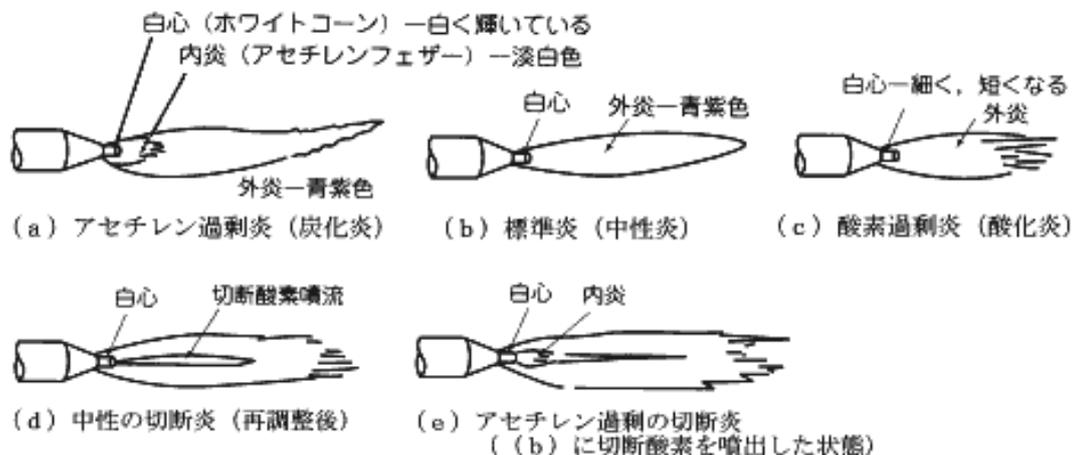

図4
- ① 点火前に、切断酸素バルブ、予熱酸素バルブ、燃料ガスバルブがそれぞれのガスの停止状態であることを確認してください。
- ② 燃料ガスバルブを1/2回転程度開き、直ちに専用のライターで点火してください。このとき、火炎が火口先端部以外で着火していないことを確認してください。
- ③ 予熱酸素バルブを少しずつ開いてください。
- ④ その後、燃料ガスバルブおよび予熱酸素バルブによる微調整を行い、白心炎の長さを5～6mmの中性炎にしてください。図4参照(炎の形状が不自然であれば、(5)消火の手順で消火した後、火口を掃除してください。掃除しても直らない場合は、新しい火口に交換してください。)
- ⑤ 切断酸素バルブを全開にして火炎の状態を確認してください。火炎が変わるようであれば、再度、燃料ガスバルブ、予熱酸素バルブをそれぞれ操作して適正な中性炎に調整してください。